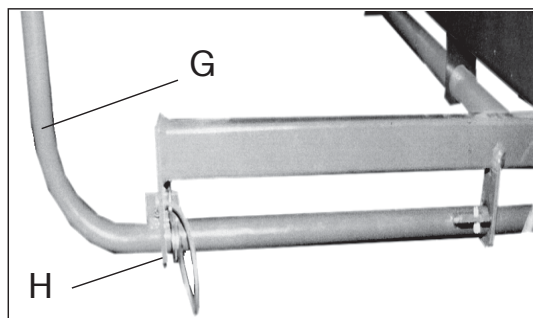

Рисунок 3-19
6. Отводную скобу (G) для передвижения по дороге и стояночного положения вынуть, откинуть и зафиксировать пружинным штекером (H) (Рисунок 3-19)